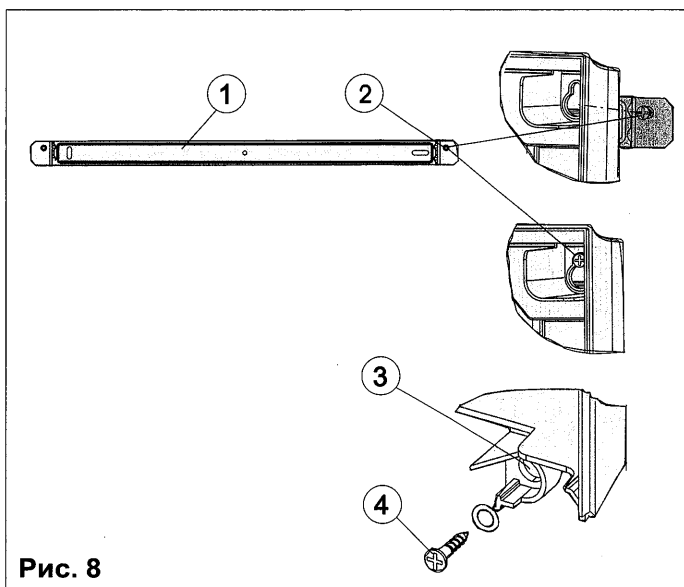

Рис. 8
- Рис. 8
подвешивание и снятие агрегата с установочной рейки (см. Рисунок 8)